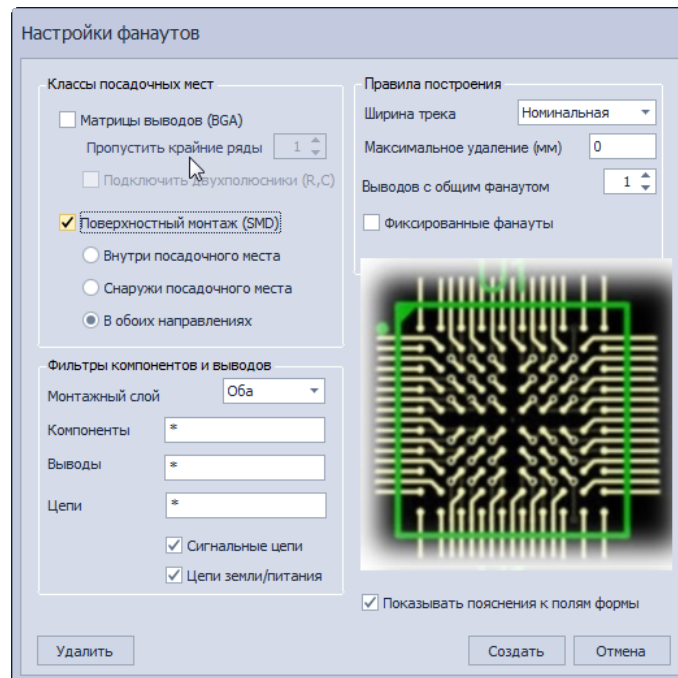

Рис. 223 Окно «Настройки фанатутов»
- Задать нужные параметры построения фанатуов в окне «Настройки фанатуов» и нажать кнопку «Создать», см. Рис. 223. Подробное описание настроек построения фанатуов приведено в разделе Настройки построения фанатуов для разных типов ПМ.